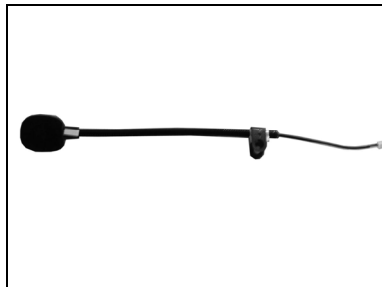

Fig. 9
**Remarque:** La partie plate du collier de blocage doit être orientée vers le haut lorsque le microphone est positionné comme cela est illustré à la figure 9.